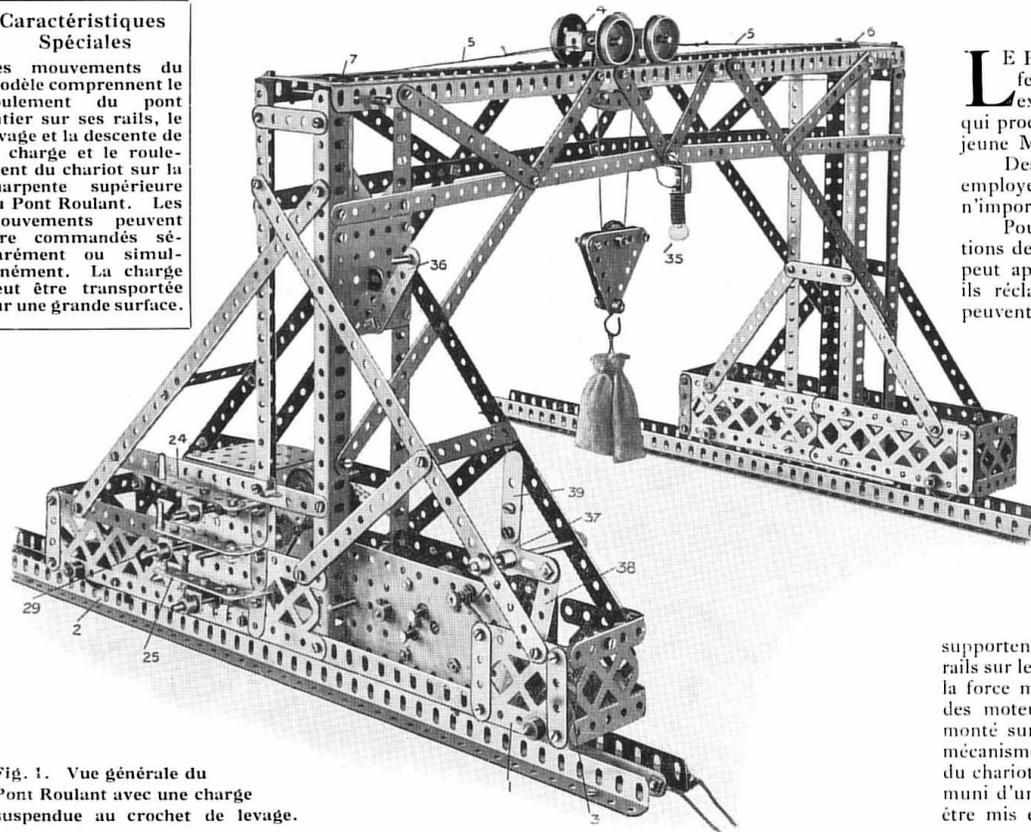
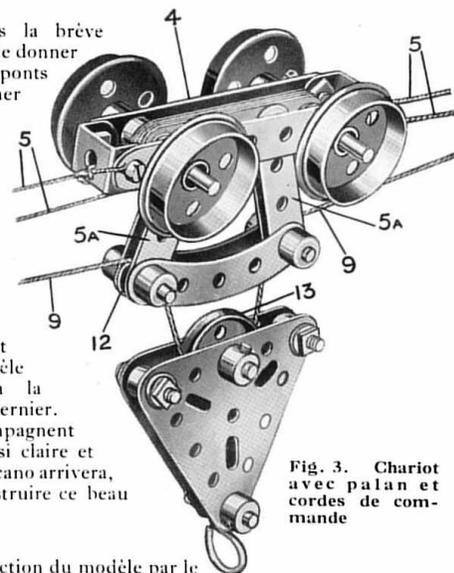
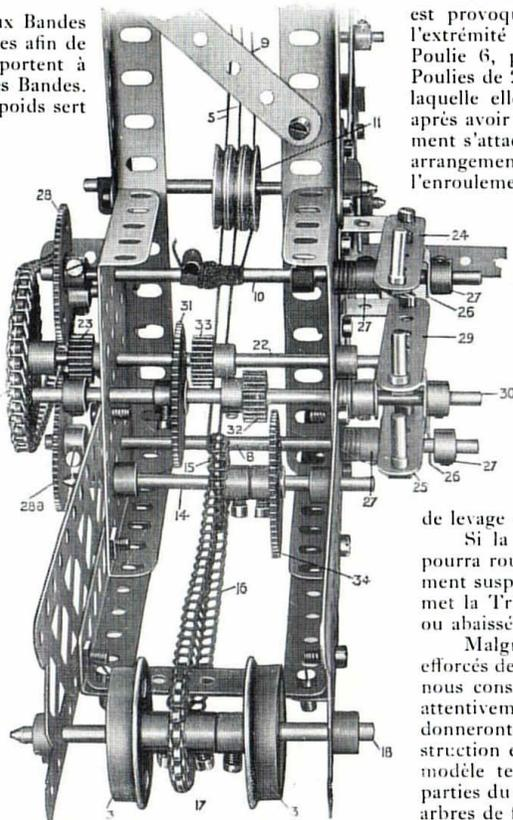
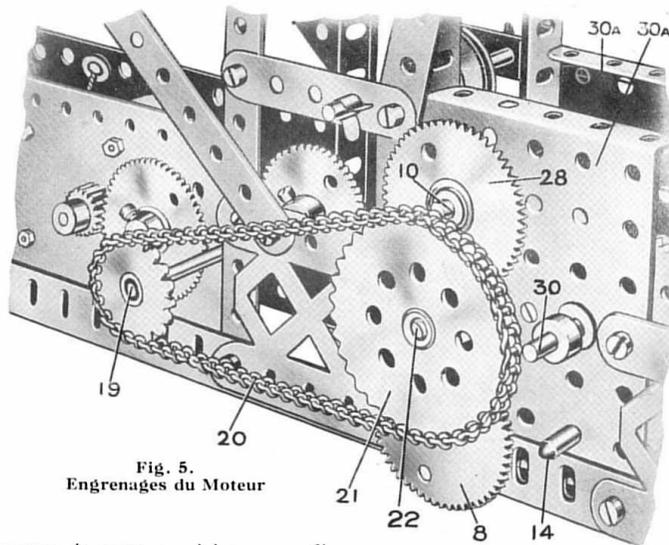

Fig. 1. Vue générale du Pont Roulant avec une charge suspendue au crochet de levage.
Fig. 3. Chariot avec palan et cordes de commande
Fig. 4. Mécanisme et leviers de commande.
Fig. 5.
La photographie du modèle Meccano (Fig. 1) montre clairement la structure d'un pont roulant typique.
On commence la construction du modèle par le montage de la charpente horizontale, ou partie supérieure du bâti. La Fig. 1 en montre tous les détails.
Deux Cornières de 62 cm. jointes entre elles bout à bout sont placées parallèlement l'une à l'autre, et sont reliées à leurs extrémités, par des Bandes de 6 cm. Ceci forme le dessus de la charpente. Le dessous de la charpente est constitué de la même manière, mais les Cornières y sont remplacées par des Bandes de 32 cm. qui sont connectées aux Cornières supérieures à l'aide de Bandes disposées de la façon indiquée par la Fig. 1. Trois Poulies de 25 mm. 7 sont portées librement par une Tringle de 9 cm. passée dans les troisièmes trous des Cornières supérieures.
On remarque (Fig. 1) que la base du pylône qui contient le Moteur Electrique est composée de Cornières centrales de 32 cm. auxquelles sont boulonnées des Longrines de 6 cm. 1 les recouvrant de quatre trous d'un côté et des Longrines de 14 cm. 2 les recouvrant de cinq trous de l'autre.
La base de l'autre pylône représentée sur la Fig. 2 est plus courte et a une structure différente. Les Longrines de 6 cm. 2b (Fig. 2) forment les extrémités des bases. Les Bandes de 6 cm. 2a servent à donner plus de solidité. Quatre Cornières de 32 cm. 3a sont fixées en position verticale et forment la partie essentielle des pylônes. Les deux Cornières verticales extérieures de chaque pylône sont reliées entre elles par des Bandes de 6 cm. Les roues motrices 3 (Fig. 1 et 2) sont placées sur des Tringles de 9 cm. passées dans les trous des Longrines qui forment les parois latérales des bases de pylônes.
Deux Plaques à Rebords de  $6 \times 9$  cm. 30a (Fig. 5) se boulonnent aux Longrines 2. Ces Plaques ne se fixent qu'à la base longue; la base courte ne doit pas en avoir. On peut encore les fixer en y boulonnant des Bandes de 19 cm. que l'on boulonnera également aux Cornières verticales 3a et aux Cornières de la base. Les bords supérieurs des Plaques à Rebords 30a peuvent être reliés à l'aide d'une Plaque sans Rebords de  $6 \times 6$  cm., mais on ne la fixera pas avant d'avoir assemblé les engrenages. Tous les autres détails de construction des pylônes et de leurs bases sont suffisamment bien indiqués par les gravures.
Le chariot se construit de la façon suivante. Deux Bandes de 9cm. 4 (Fig. 3) se joignent par des Supports Doubles afin de former un châssis rectangulaire. Les Tringles qui portent à leurs extrémités les roues motrices sont passées dans ces Bandes. Elles portent aussi plusieurs Bandes de 6 cm. dont le poids sert à assurer une pression suffisante des roues sur les rails. Quatre Bandes de 5 cm. 5a se boulonnent à ces Bandes de 6 cm. et leurs extrémités inférieures se boulonnent à des Bandes Incurvées de 6 cm. Les extrémités inférieures des Bandes 5a portent sur des Tringles de 25 mm. des Poulies de 12 mm.
L'arbre du Moteur 19 (Fig. 5) actionne par l'intermédiaire de la Chaîne 20, une Roue Dentée 21 située sur une Tringle 22 qui est également munie d'un Pignon de 12 mm. 23 (Fig. 4).
Le roulement du chariot sur les rails du pont roulant est provoqué par la traction de la corde 5, qui part de l'extrémité éloignée du chariot (Fig. 1) passe autour de la Poulie 6, puis revient pour passer par dessus l'une des Poulies de 25 mm. 7, et descend vers la Tringle 8 autour de laquelle elle fait trois tours. De là la corde remonte et, après avoir passé autour d'une autre Poulie 7, vient finalement s'attacher à l'autre extrémité du chariot. Grâce à cet arrangement de la corde, la rotation de la Tringle 8 causera l'enroulement d'une extrémité de la corde du chariot et le déroulement de l'autre, et, par conséquent, fera rouler le chariot sur ses rails le long de la charpente horizontale du pont, la direction du chariot dépendant du sens de rotation de la Tringle.
Une corde spéciale 9 commande le levage et la descente de la charge. Elle est enroulée sur la Tringle supérieure 10 (Fig. 4) d'où elle va se fixer à l'extrémité opposée de la charpente horizontale en passant successivement par la poulie de renvoi 11, la troisième Poulie 7 (Fig. 1), la Poulie de 12 mm. 12 (Fig. 3), la Poulie de 25 mm. 13 du palan
Si la Tringle 10 (Fig. 4) reste immobile, le chariot pourra rouler sur ses rails en laissant la charge immuablement suspendue à une certaine hauteur. Si par contre, on met la Tringle 10 en rotation, la charge se trouvera levée ou abaissée suivant le sens de cette rotation.
Les rails sur lesquels roule le modèle sont formés de Cornières parallèles que l'on fixera de préférence, à une planche. La Fig. 1 montre la disposition des rails.
petite lampe électrique dont l'allumage se commande par un simple interrupteur (voir Fig. 1) mais, naturellement, c'est une question de goût personnel qui n'a pas d'importance essentielle pour le modèle. L'interrupteur de la lampe est représenté sur la Fig. 1 (36).
Le Porte-Lampe (pièce Standard Meccano No. 310) est fixée à un Support Double boulonnée à une des Cornières du portique comme l'indique la Fig. 1. Les connections électriques sont arrangées de la façon suivante: un fil de l'une des bornes de l'Accumulateur vient se fixer directement à l'Equerre sur laquelle pivote le bras de l'interrupteur, tandis que l'autre Equerre est connectée à la partie extérieure du Porte-Lampe. La vis platinée du Porte-Lampe est connectée directement à l'autre borne de l'accu.